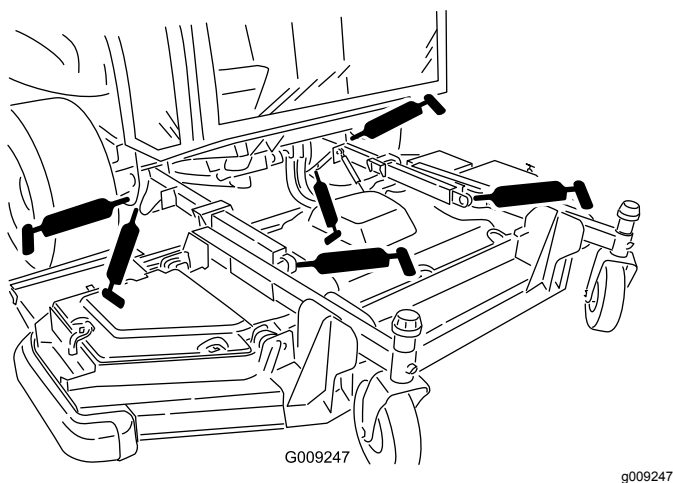

Figura 90
- 2 casquillos de brazos de elevación (Figura 90)
- 2 rótulas de los brazos de elevación (Figura 90)
- 2 pivotes de los cilindros de elevación de la carcasa delantera (Figura 90)